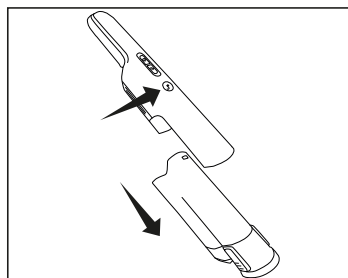

Fig. 1
1. Rimuovere il contenitore per la polvere dall'aspirapolvere (Fig. 1).